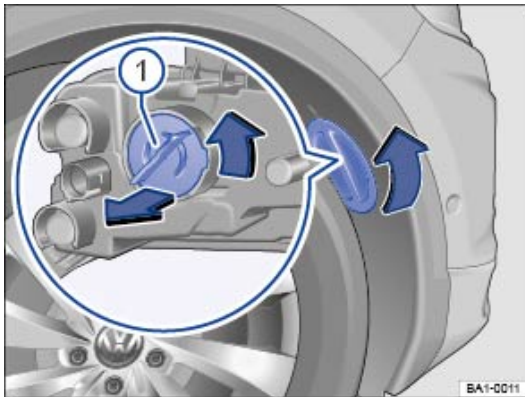

Fig. 168 Dans la coquille de passage de roue avant droite : changement de l'ampoule de clignotant
- 3 Tournez le cache dans la coquille de passage de roue dans le sens de la flèche et retirez-le ⇒ Fig. 168.
- 4 Déverrouillez le connecteur ⇒ Fig. 168 ①, puis débranchez-le.
- 5 Tournez le porte-ampoule ⇒ Fig. 168 ② dans le sens antihoraire (flèche) jusqu'en butée, puis retirez-le par l'arrière avec l'ampoule.
- 8 Rebranchez le connecteur ⇒ Fig. 168 ① sur le porte-ampoule ⇒ Fig. 168 ②. Le connecteur doit s'encliqueter de manière audible.
- 9 Mettez en place le cache dans la coquille de passage de roue ⇒ Fig. 168 et verrouillez-le.